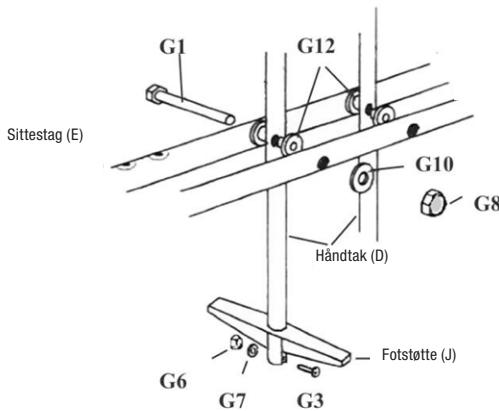

Fig 14
9. Trykk plasthylser (G11) inn i sidehullene på håndtakene. Fest sittestagene (E) til håndtakene (D) med 85 mm M8 6-kantbolt (G1), M8 skiver (G10) og M8 hettemuttere (G8). Se til at hullene for setene til dobbelthusken er oppover.
10.Fest fotstøtten (J) til den nedre delen av håndtakene med 42 mm unbrakobolt (G3), M6 skiver (G7) og M6 hettemuttere (G6). Stram alle muttere. Se fig. 14.